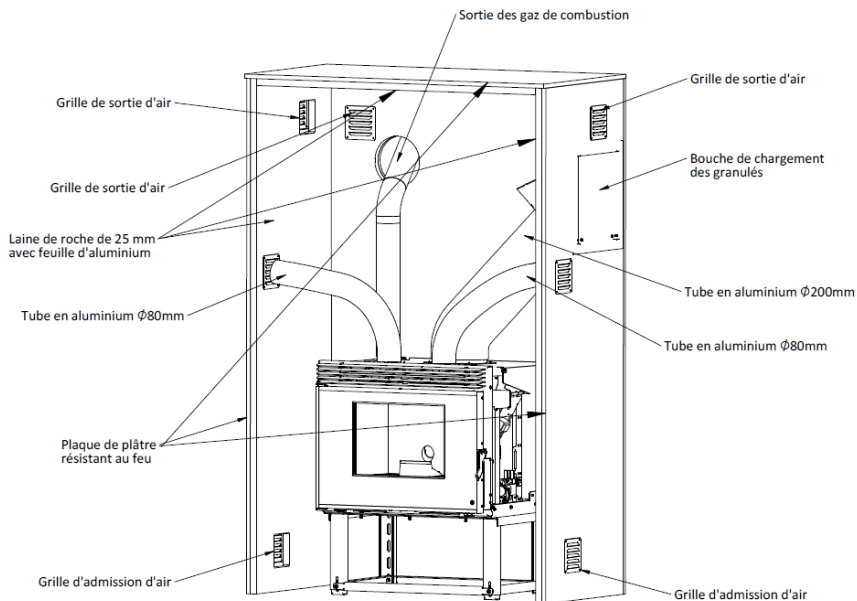

Figure 22 – Installation avec air canalisé
- Dans l'exemple d'installation (Figure 22), on peut voir que les tuyaux sont placés pour canaliser de l'air chaud dans la pièce où l'insert est installé, mais ils pourraient être installés pour amener de l'air chaud dans des pièces voisines. La longueur maximale des tuyaux sans ajout d'un ventilateur est de l'ordre de 3-4m.